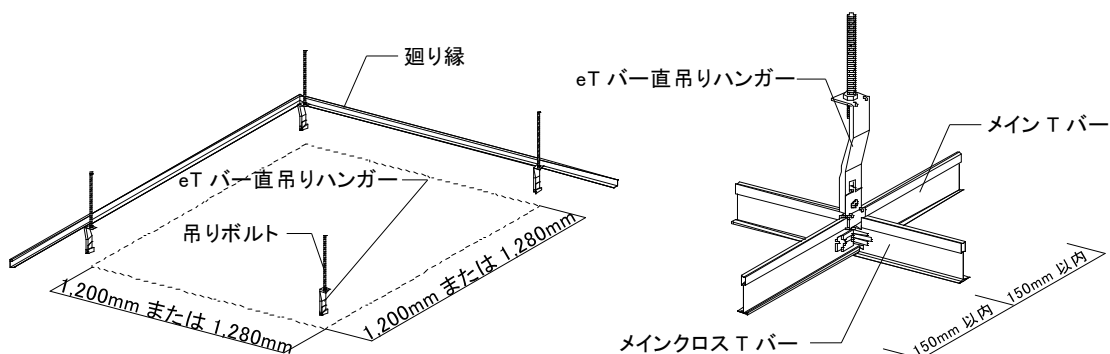

図2-4-1 Tバーの取付け①(直吊りハンガー設置)
- ①ハンガーは、メインクロスTバーとのジョイント位置付近(Tバー交点から 150 mm以内)で設置すること。(図 2-4-1 参照)